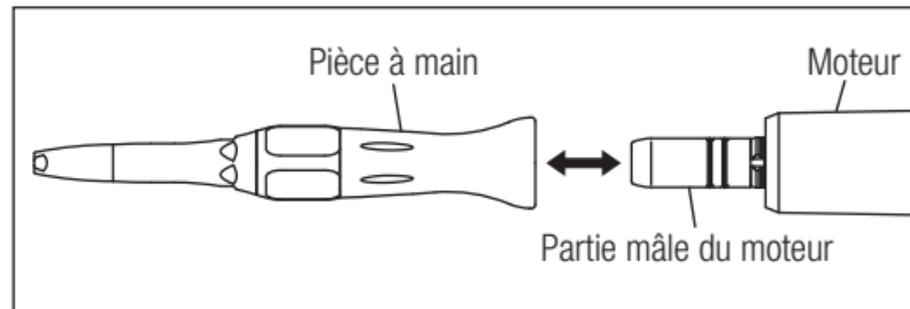

Fig. 1
- 1) Insérez la pièce à main jusqu'à ce qu'elle atteigne l'extrémité de la partie mâle du moteur. (Fig. 1)